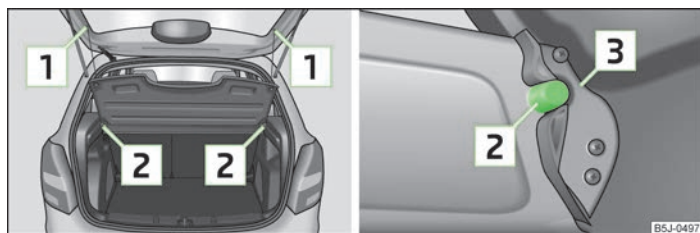

Fig. 47 Desmontar la cubierta del maletero
- Desenganchar las cintas de sujeción » fig. 47.
- Colocar los alojamientos en la cubierta » fig. 47 sobre los soportes en el revestimiento lateral.
- Los alojamientos de la cubierta » fig. 47 deben estar encastrados en los soportes del revestimiento lateral .